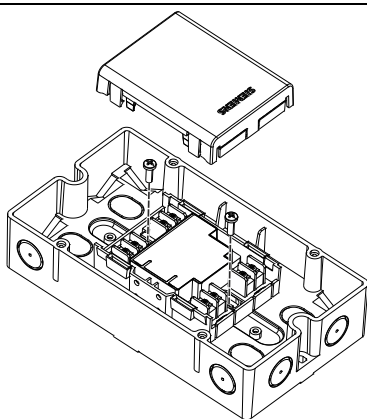

图 4
- 安装在开关柜外面：使用 FDCH221 保护盒（图 4/5）。
3. 用 2 个螺钉（M4）将保护盒固定在平整表面上（图 4）。安装孔距离： $182.0 \pm 1.0\text{mm}$ 。
2. 用 2 个螺钉将模块固定在保护盒底部（图 4）。